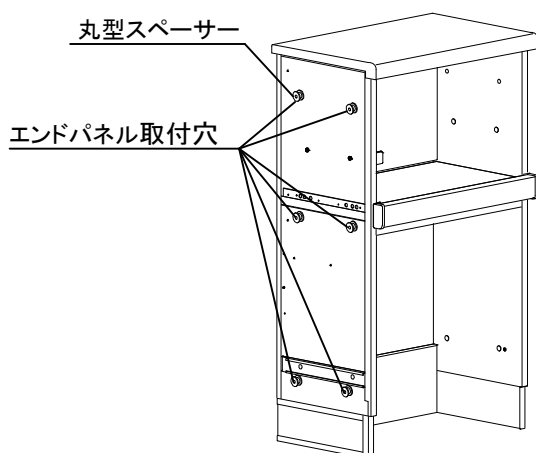

図7
- (1)側板の穴シールを取り剥がしてください。
- (2)側板の6ヶ所に、丸型スペーサーの穴に合わせて貼付けてください。(図7参照)